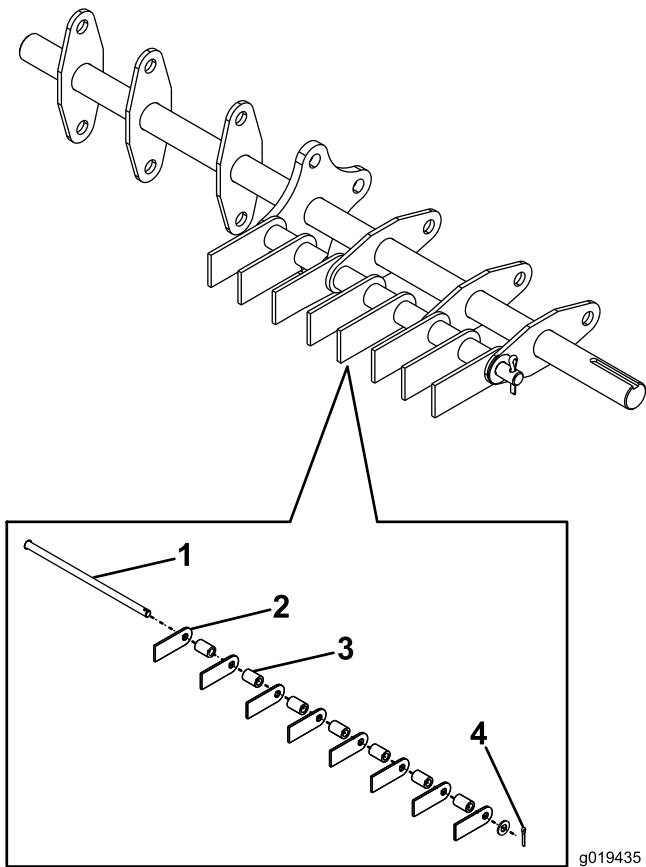

Figure 21
5. Retirez la goupille fendue de la tige équipant le fléau usé (Figure 21).
6. Extrayez prudemment la tige pour libérer les fléaux et les écarteurs (Figure 21).